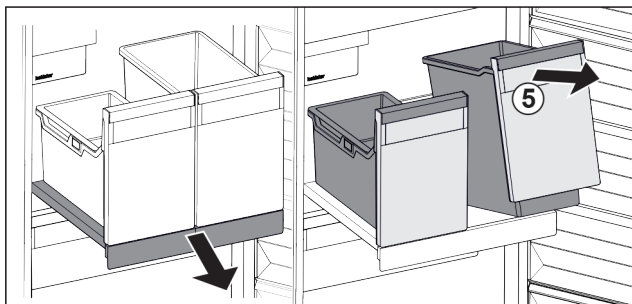

Fig. 94
- ▶ Unieść pojemnik Fig. 94 (5) z przodu.